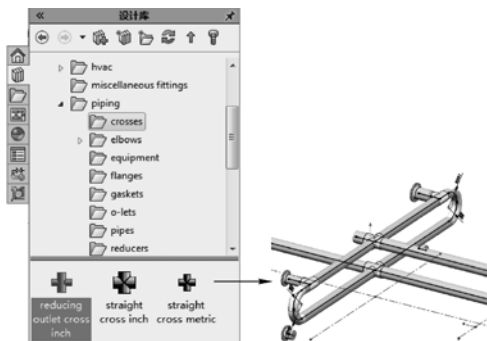

图 3-36 拖放四通效果
STEP 5 通过相同操作，拖放“reducing outlet cross inch”文件（四通）到所绘线的四通位置处，完成第一排管路的布管操作，如图 3-36 所示。